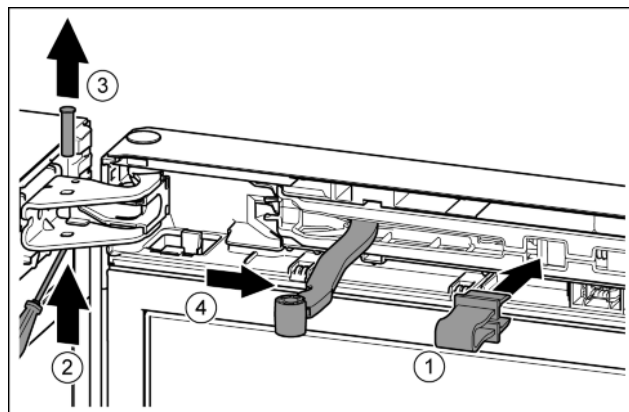

Fig. 10
- ▶ Pojistku nechte zapadnout do otvoru. Fig. 10 (1)
- ▶ Šroubovákem vysuňte čep. Fig. 10 (2)
- ▶ Čep vytáhněte nahoru. Fig. 10 (3)
- ▶ Otočte kloub směrem ke dveřím. Fig. 10 (4)